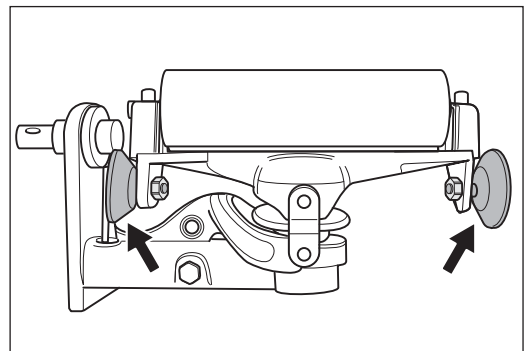

Abb. 37 Die Leitrollen müssen leicht drehbar sein! Feststehende Leitrollen müssen ersetzt werden!
- Die beiden Leitrollen am Aggregatoberteil müssen leicht drehbar sein (Abb. 37)!